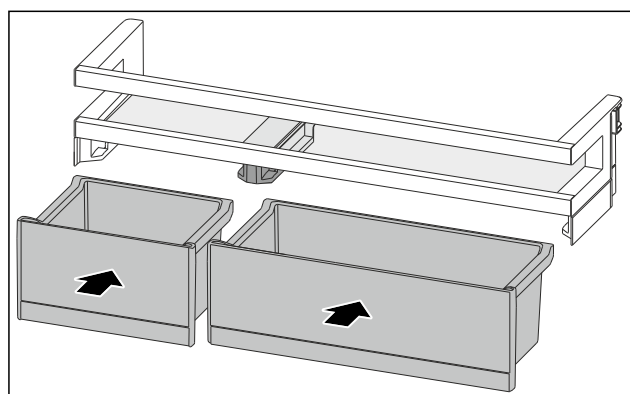

Fig. 225
- Sätt in VarioBoxarna i ombytt ordning. (se Fig. 225)